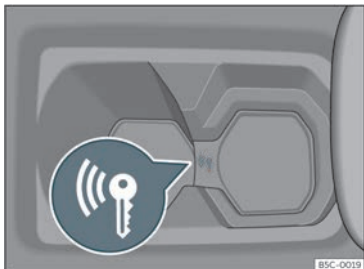

Fig. 135 Na consola central: arranque de emerxencia
- Inmediatamente despois de premer o botón de arranque, poña a chave no soporte de bebidas da consola central»» **fig. 135**, o máis preto posible do logotipo Kessy.